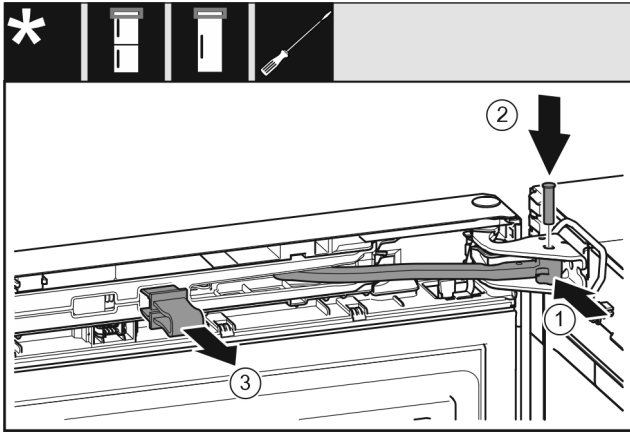

Fig. 24
- Gelenk Fig. 24 (1) in Lagerbock drehen.
- Bolzen Fig. 24 (2) in Lagerbock und Gelenk einsetzen. Dabei darauf achten, dass der Rastnocken korrekt in der Nut sitzt.
- Sicherung Fig. 24 (3) abnehmen.